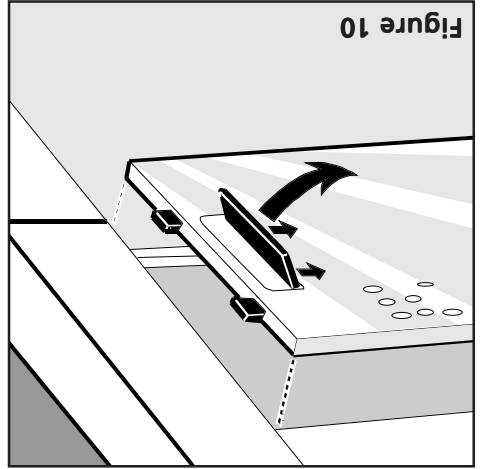

Figure 10
- Pousser simultanément au milieu et vers le haut les deux poignées 5, puis sortir les filtres (Figure 10).